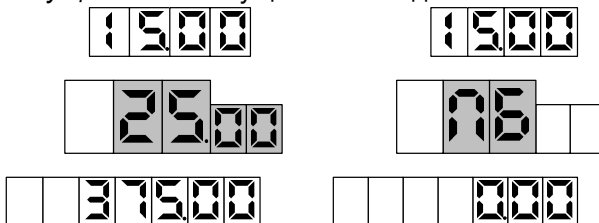

Рисунок 3
7.3 Доза задается на устройство с системы управления. Когда блок будет готов к отпуску топлива, в средней строке табло ТРК мигающими символами отобразится величина заданной дозы, а в случае отпуска "до полного бака" – символы "ПБ" (рисунок 3). Это дает клиенту удобный способ определить, когда можно начать заправку, а также убедиться, что задано именно то количество топлива, которое он заказывал. Для запуска налива необходимо снять раздаточный кран или подать команду "Пуск" с системы управления, после чего значения стоимости и объема на табло обнуляются. С этих пор на табло отображается *отпущенная* на текущий момент доза.